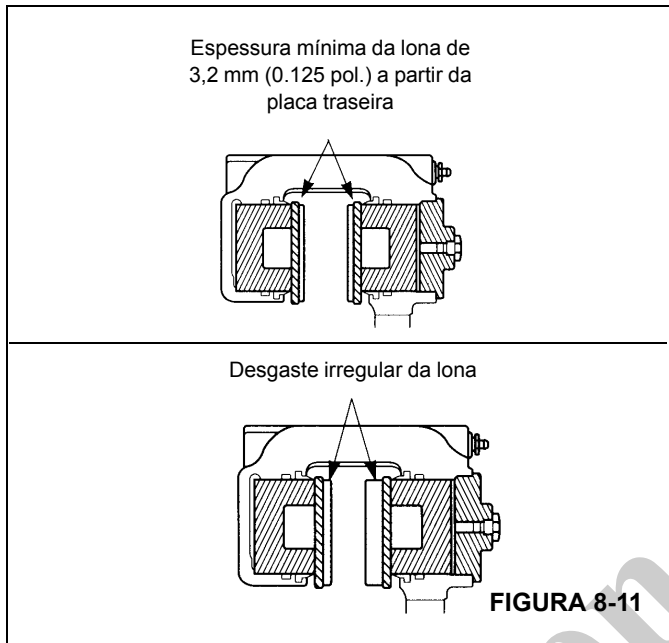

FIGURA 8-11
- Desgaste da lona: Substitua os revestimentos quando a sua espessura for inferior a 3,2 mm (0.125 pol.) a partir da placa traseira (Figura 8-11).
- Desgaste irregular das lonas: Substitua as lonas se a espessura das duas lonas for significativamente diferente. Verifique se os pistões estão operando corretamente. Substitua o pistão e/ou a carcaça se um pistão ficar preso no furo. Verifique se a superfície do disco está plana e paralela às lonas (Figura 8-11).